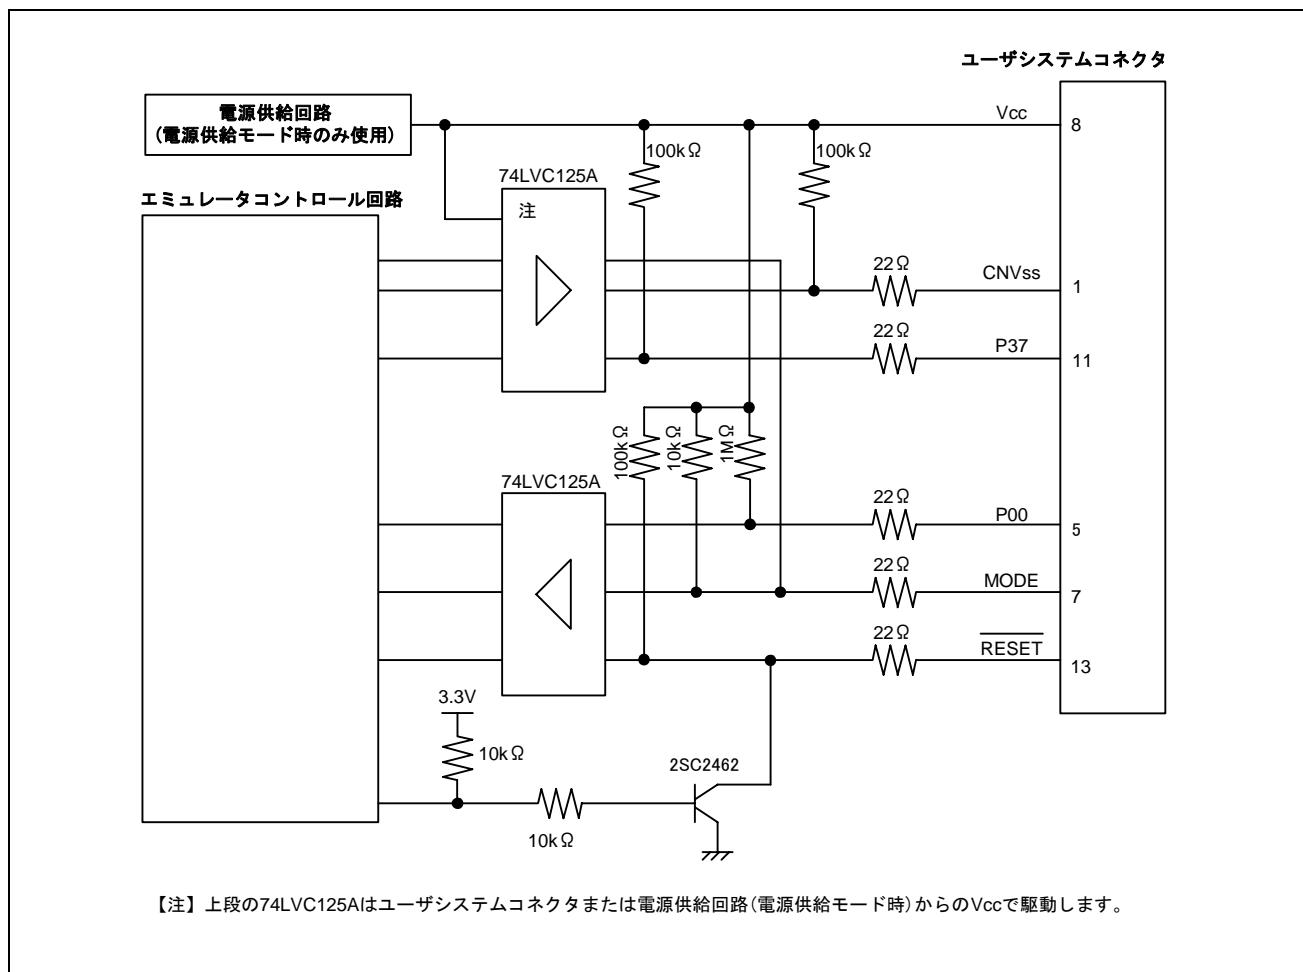

図 5.6 E8 エミュレータ内インターフェース回路 (参考)
9. 図5.6にE8エミュレータ内インターフェース回路を示します。プルアップ抵抗の値などを決定するときに参考にしてください。